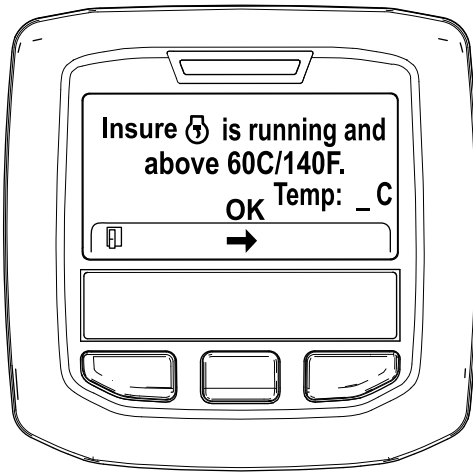

Figure 45
5. Si la température du liquide de refroidissement est inférieure à 60 °C (140 °F) le message « Insure  is running and above 60C/140F » (vérifier que \*\*\* fonctionne et est supérieure à 60 °C/140 °F) s'affiche (Figure 45).